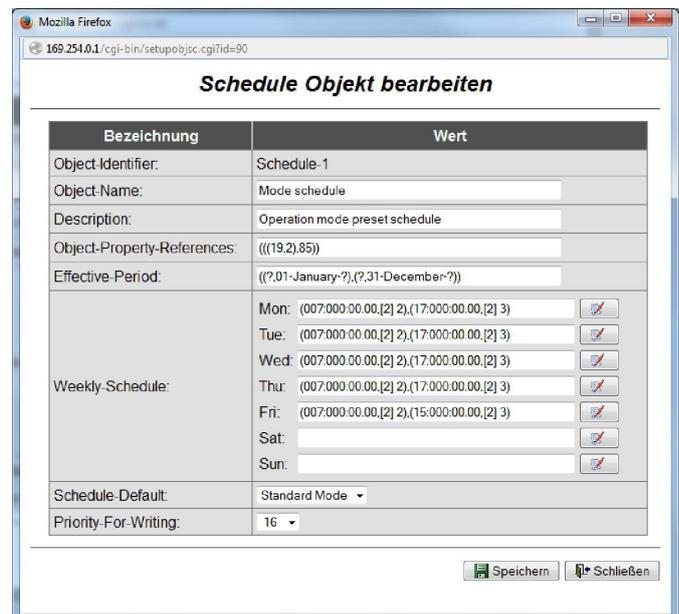

Abb. 29: Schedule Objekt bearbeiten
- Der Datenpunkt „Schedule Objekt bearbeiten“ (Abb. 29) wird geöffnet.